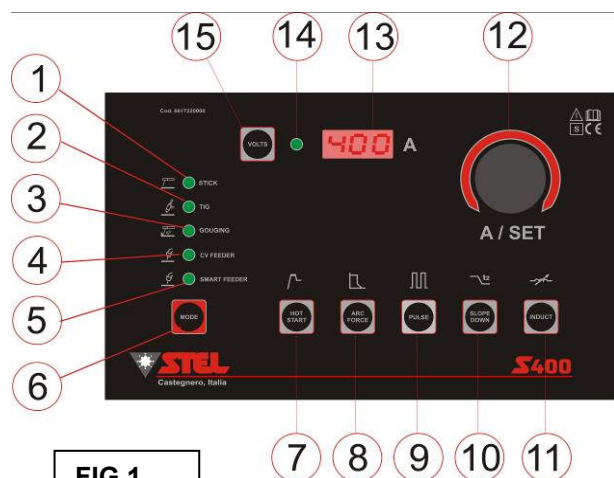

FIG.1
- 5) Appuyer sur le bouton **MODE** (réf. 6) jusqu'à sélectionner le mode ÉLECTRODE, indiqué par l'allumage du LED correspondant (Fig.1, réf.1) ;
- 6) Régler le courant de soudage avec l'encodeur de réglage A/SET (Fig.1, réf.12) ;
En appuyant sur le bouton **Hot start** (Fig.1, réf.7), l'affichage indique Hs et en tournant l'encodeur A/SET (Fig.1, réf.12), il est possible de régler la valeur du Hot start.
En appuyant sur le bouton **Pulsation** (Fig.1, réf.9), l'affichage indique **Pul** et en tournant l'encodeur **A/SET** (Fig.1, réf.12) dans le sens horaire ou antihoraire, on active la pulsation ON ou on la désactive OFF.
- 2) Maintenir appuyé le bouton **MODE** (Fig. 1, réf. 6) sur le panneau avant de la machine pendant environ 4 secondes, puis relâcher le bouton ; le LED du mode de soudage clignote (FONCTION V.R.D. ACTIVÉE, tension de sortie 18 V). Le mode VRD reste activé même après l'arrêt et le redémarrage de la machine.
- 5) Appuyer sur le bouton **MODE** (Fig. 1, réf. 6) jusqu'à sélectionner le mode TIG, indiqué par l'allumage de la **LED** correspondante (Fig. 1, réf. 2) ;
- 7) Régler le courant de soudage à l'aide de l'encodeur de réglage **A** (Fig. 1, réf. 12) ;
En appuyant sur le bouton **Slope Down** (Fig. 1, réf. 10), l'indication **Sld** s'affiche à l'écran ; en tournant l'encodeur **A/SET** (Fig. 1, réf. 12), il est possible de régler la valeur du slope down.
En appuyant sur le bouton **Pulsation** (Fig. 1, réf. 9), l'indication **Pul** s'affiche à l'écran ; en tournant l'encodeur **A/SET** (Fig. 1, réf. 12) dans le sens horaire ou antihoraire, la pulsation est activée (ON) ou désactivée (OFF).
5. Appuyer sur le bouton **MODE** (Fig. 1, réf. 6) jusqu'à sélectionner le mode **GOUGING**, indiqué par l'allumage de la **LED** correspondante (Fig. 1, réf. 3) ;